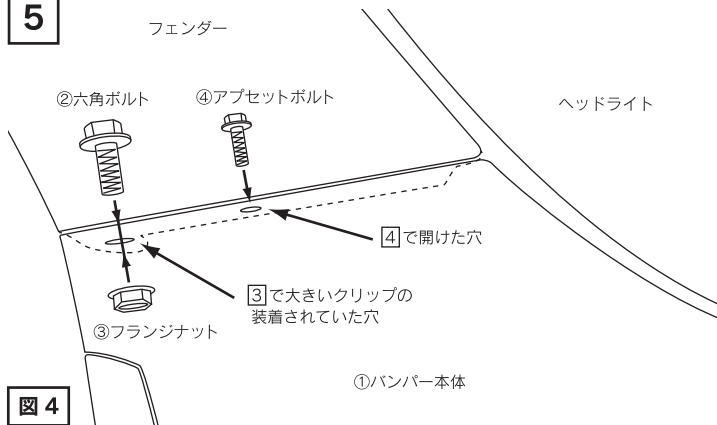

図4
- (2) フェンダー部分の固定のために、片側2か所の穴にネジを装着します。(図4)